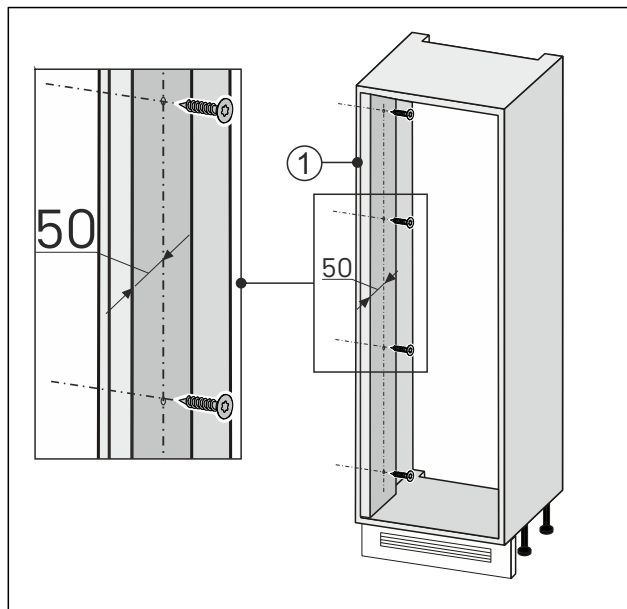

Fig. 90
- Zoskrutkujte vyrovnanie steny na strane otvárania dverí Fig. 90 (1) s výklenkom nábytku.